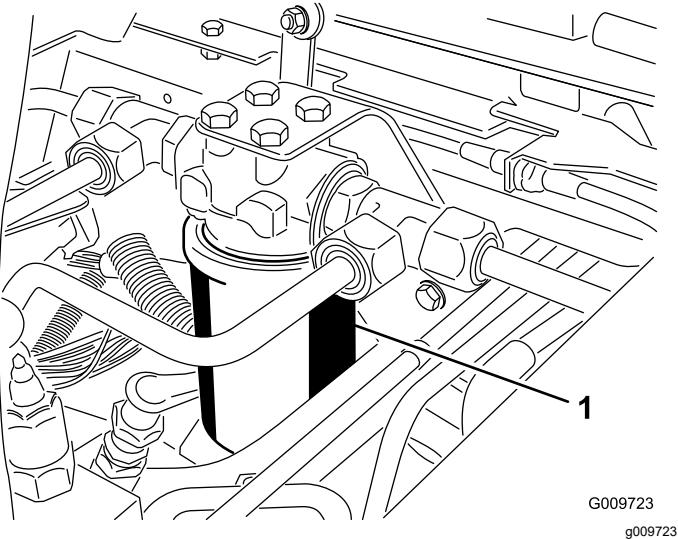
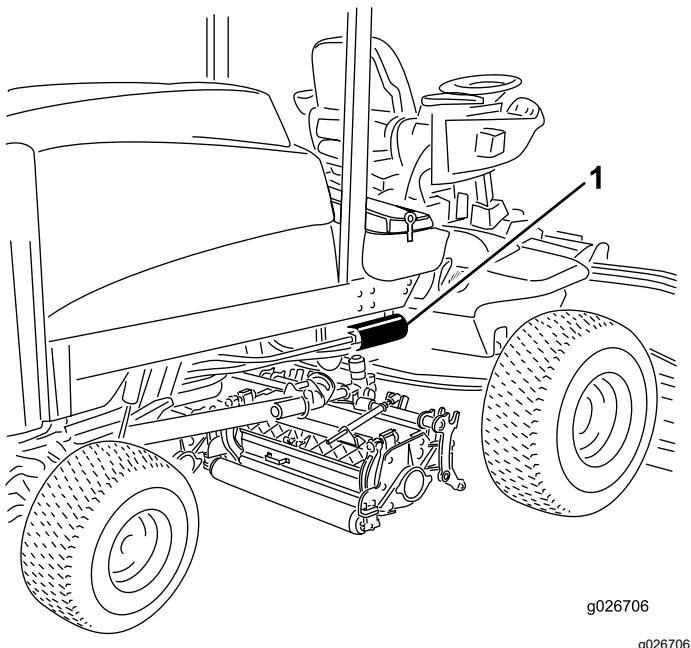

Figura 97
Figura 98
- Pulite la superficie circostante il filtro. Collocate una bacinella di spурgo sotto il filtro (Figura 97 e Figura 98).